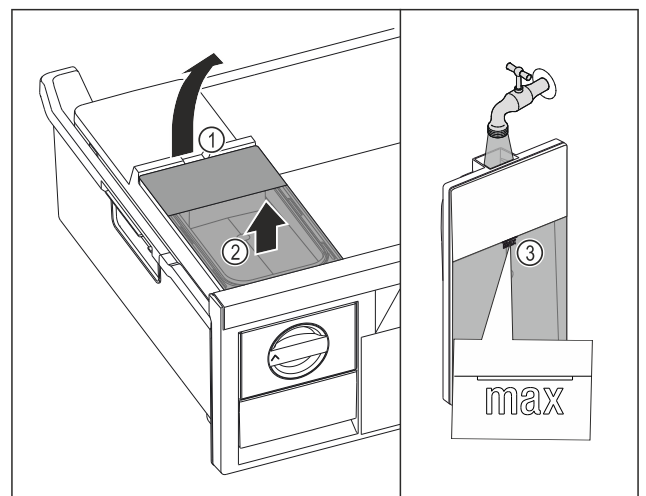

Fig. 71
- Wassertank an der Aussparung Fig. 71 (1) anheben.
- Wassertank nach oben entnehmen. Fig. 71 (2)
- Wassertank bis zur Markierung Fig. 71 (3) mit Trinkwasser befüllen.